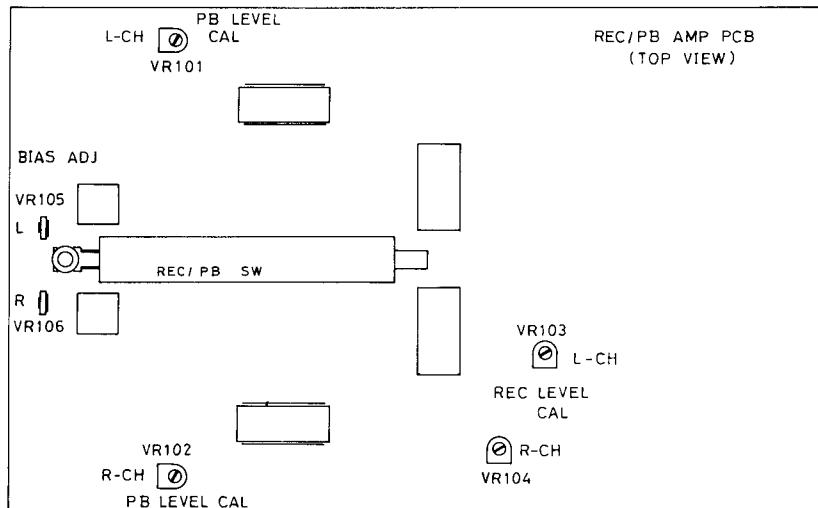

Fig. 2
- Apply 400Hz signal into LINE IN (L-ch) from Audio Generator (AG). Adjust output of AG so that Line output level is 58mV. Record this signal. Change the frequency of AG to 10,000Hz (with the input at the same level). Then record the signal. Adjust potentiometer VR105 on REC/PB p-c board (Fig. 2), by recording and playing back, until outputs for 10,000Hz and 400Hz signals reach the same level.
- Play back Test Tape LCT-7001 (or equivalent), and adjust potentiometer VR101 (VR102 for R-ch) on REC/PB p-c board (Fig. 2) so that AC Voltmeter reads 580mV.
- Set Tape Selector to METAL, Dolby NR switch to OFF and Rec Level Control to maximum. Connect Audio Generator (AG) to Line In and AC Voltmeter and Oscilloscope to Line Out.
- If recording and playback levels differ from each other, repeat the step 3 until the two levels become almost equal, by adjusting potentiometer VR103 (VR104 for R-ch) on REC/PB p-c board (Fig. 2) while recording.
- Injecter un signal de 400Hz sur la borne LINE IN (Canal de gauche) à l'aide d'un générateur de signaux. Ajuster la sortie du générateur de façon à obtenir un niveau de sortie de ligne de 58mV. Enregistrer le signal sur la bande. Modifier le réglage du générateur audio, sur 10.000Hz (l'entrée restant au même niveau). Enregistrer le signal. Ajuster ensuite le potentiomètre VR105 de la plaquette de circuit REC/PB (voir Fig. 2) tout en répétant les opérations d'enregistrement et d'écoute, jusqu'à ce que les sorties correspondant aux signaux de 10.000Hz et 400Hz atteignent le même niveau.
- Procéder à l'écoute de la bande d'essai LCT-7001 ou un équivalent et ajuster le potentiomètre VR101 (VR102 pour le canal de droite) sur la plaquette de circuit REC/PB (voir Fig. 2) de façon à obtenir sur le voltmètre CA un affichage de 580mV.
4. Si une différence est relevée entre les niveaux d'enregistrement et de lecture, répéter l'opération du point 3 en ajustant le potentiomètre VR103 (VR104 pour le canal de droite) de la plaquette de circuit REC/PB (voir Fig. 2) lors de l'enregistrement.